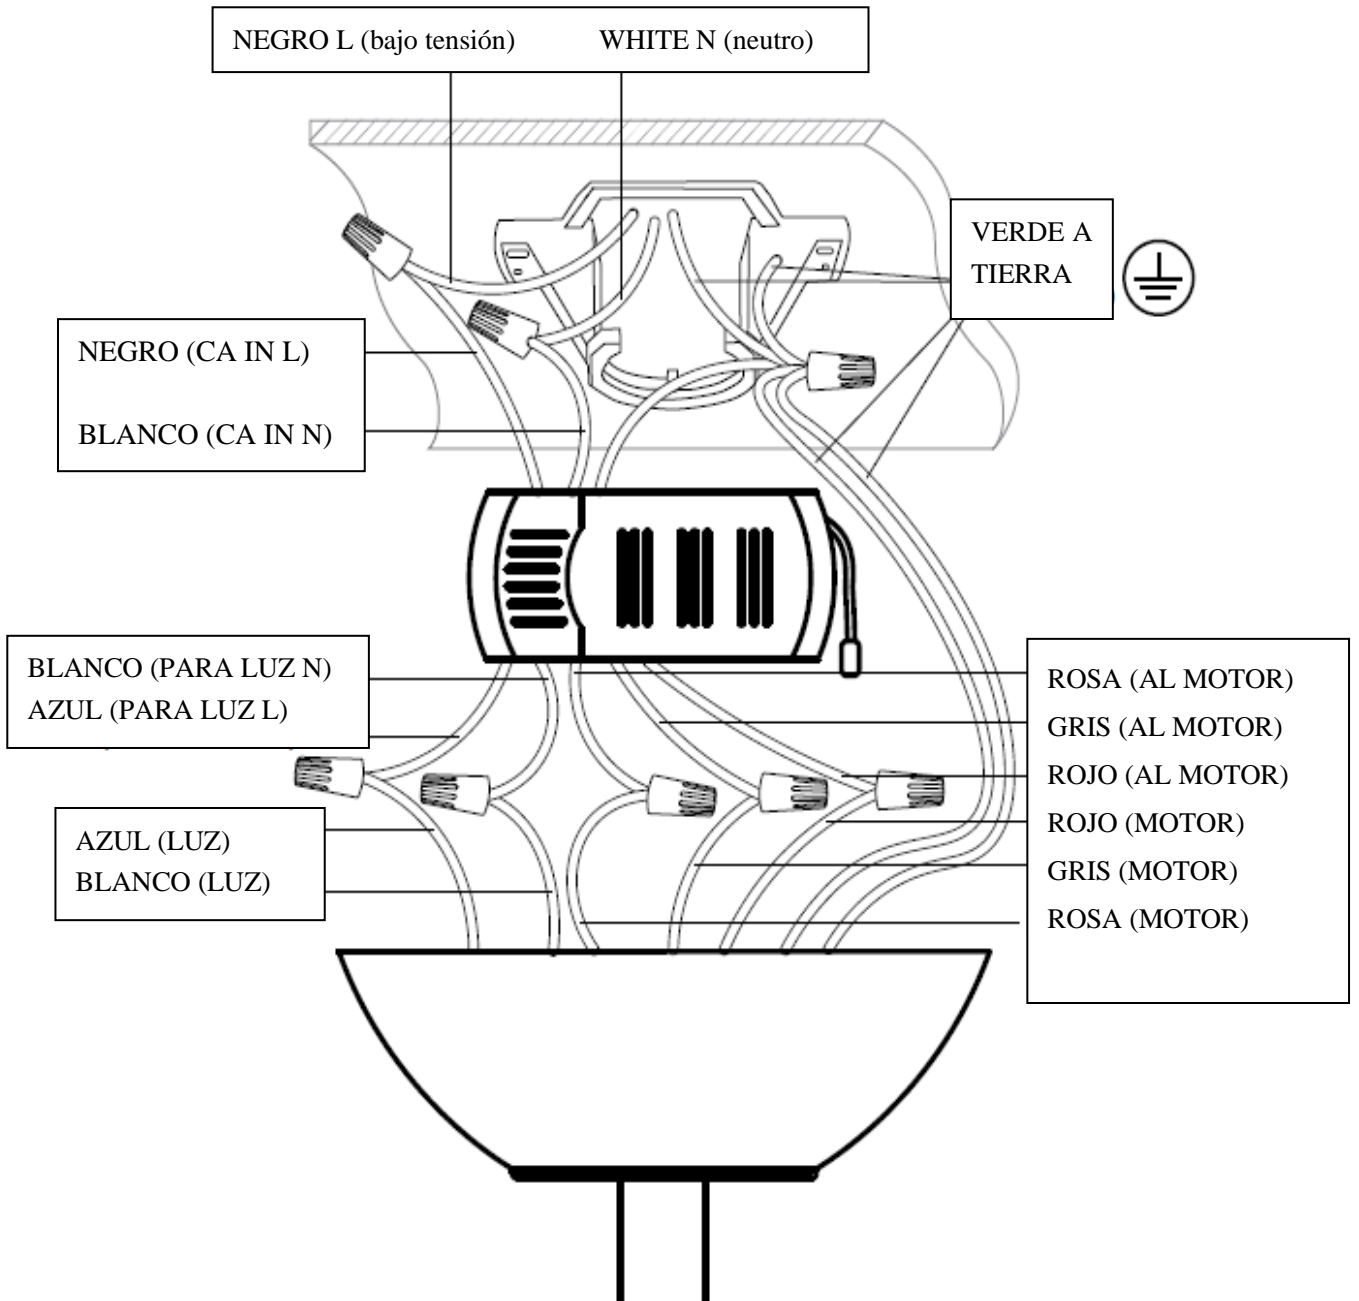

Fig. 12b
2. Conecte el cable de suministro doméstico bajo tensión (negro) al cable de entrada del receptor (negro, CA IN (entrada) L (bajo tensión) como muestra la **Fig. 12b**.